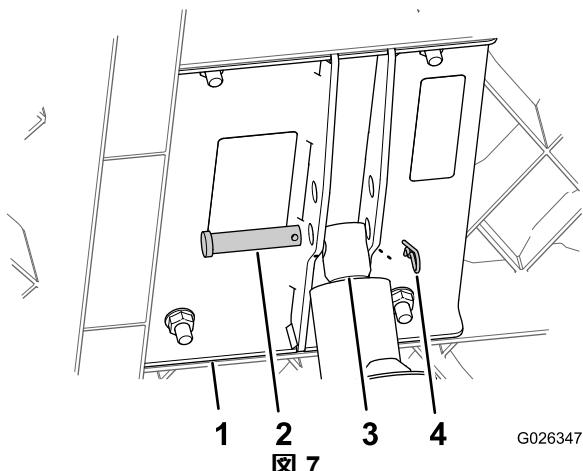

図 7
5. 昇降ブラケットからヘアピンとコッターピンを抜き取る図 7。
6. 昇降ブラケットから、昇降ロッドを外す 図 7。